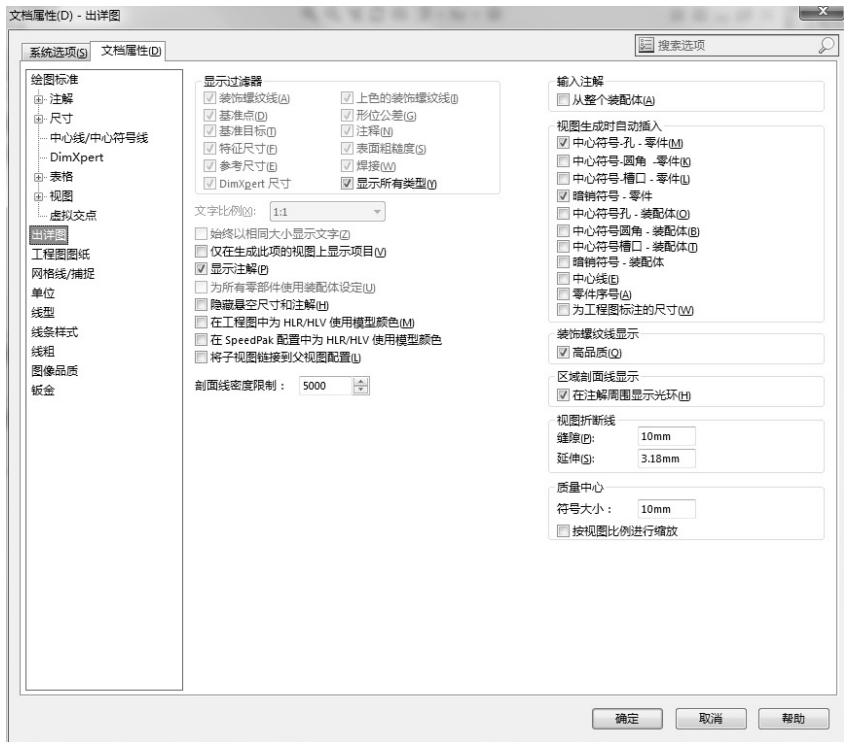

图 8-2 文档属性操控板
- [1] 单击菜单【工具】/【选项】/【文档属性】，出现文档属性操控板，如图 8-2 所示。